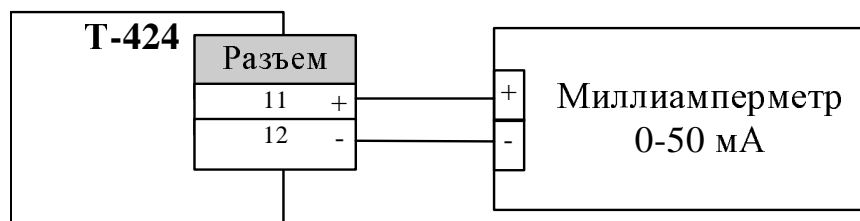

Рис. 8.1.6
- Собрать схему подключений согласно рис. 8.1.6.